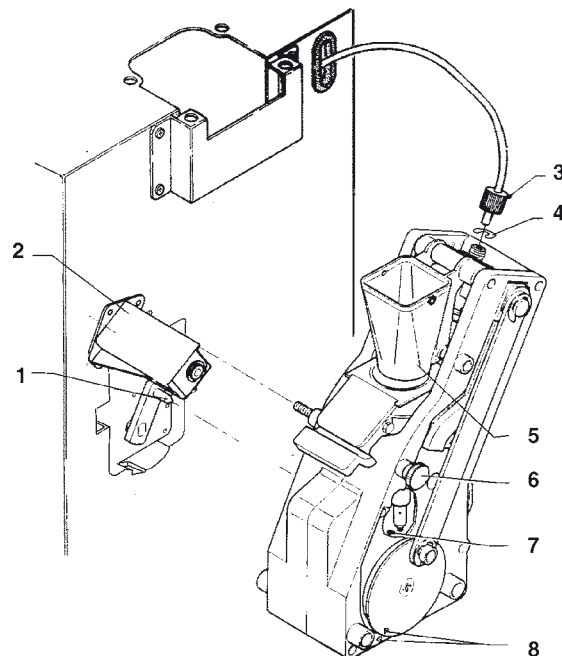

Fig. 24
- scollegare dal pistone superiore il tubo in teflon di collegamento con la caldaia, facendo attenzione a non perdere la guarnizione (vedi fig. 24);
- Allentare le viti A e B quanto basta per liberare l'imbuto caffè (vedi fig. 24);